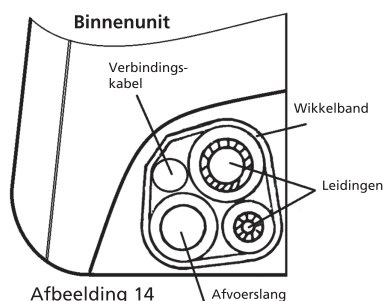

Afbeelding 13
- Binnendeel: Draai de wartelmoer eerst met de hand vast aan de leidingen van het binnendeel en draai de wartelmoer vervolgens met een steeksleutel en een momentsleutel vast zoals getoond in Fig. 13.
- Buitendeel: Draai de wartelmoer met de hand vast aan de aansluitingen op de kranen van het buitendeel en draai de moer vervolgens met een steeksleutel en een momentsleutel vast zoals getoond in fig. 13.